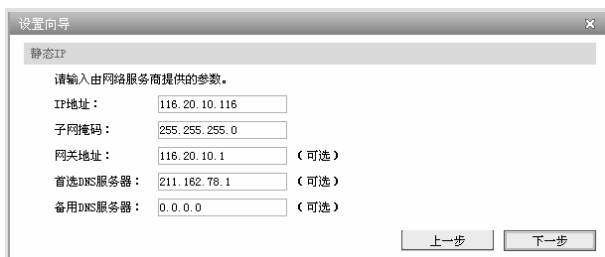

图 5-9 上网方式-静态 IP
- 3) 如果上网方式为静态IP，即拥有网络服务商提供的固定IP地址，则需要填写IP地址、子网掩码、网关地址和DNS服务器等内容，如图 5-9所示。